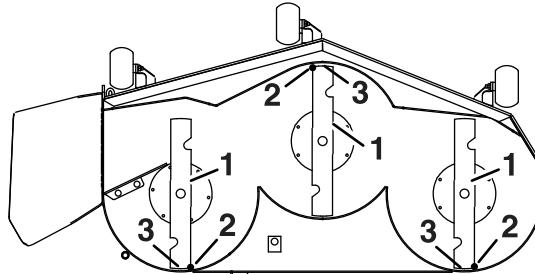

Figure 63
3. Faites pivoter les lames avec précaution pour faire passer les pointes avant à l'arrière (Figure 63).
4. Mesurez la distance entre la pointe de la lame avant et la pointe de la lame arrière par rapport à la surface plane (Figure 63).